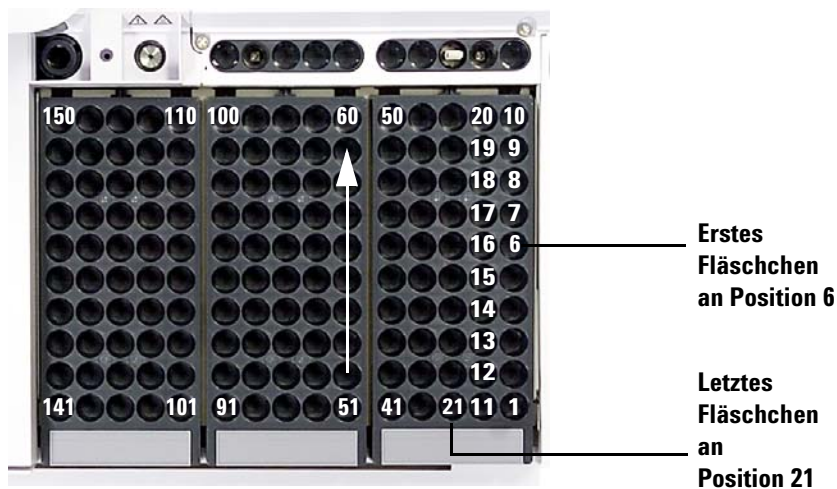

Abb. 2 Bestücken von Tellerpositionen
- 2 Platzieren Sie bis zu 150 Proben in den drei Fläschchenständern entsprechend der programmierten Sequenz. Abb. 2 zeigt die Tellerladung für eine Sequenz, die die Tellerpositionen 6 bis 21 verwendet.